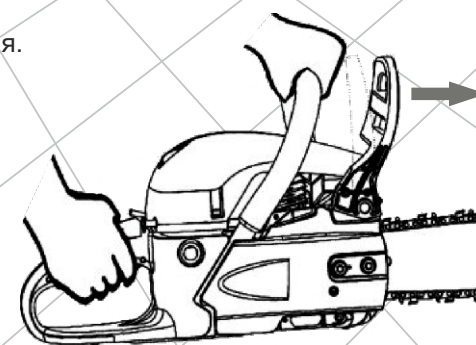

Рис. 13
**Порядок проверки исправности тормоза цепи (см. рис. 13):**